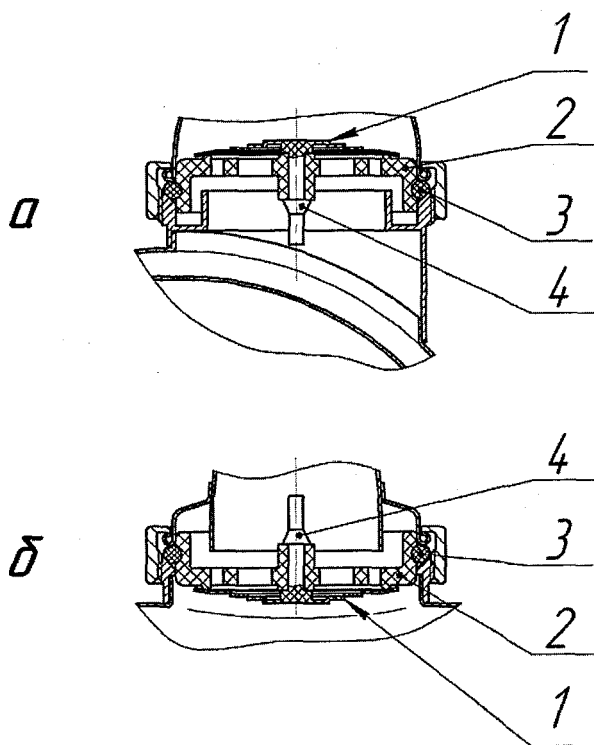

Рисунок 6 – Клапаны дыхательные:
1.5.1.5 Дыхательные клапаны предназначены для направления потоков вдыхаемого и выдыхаемого воздуха в воздухопроводной системе респиратора. Клапаны вдоха (рисунок 6, а) и выдоха (рисунок 6, б) одинаковы по конструкции и выполняют ту или иную функцию в зависимости от положения в воздухопроводной системе. Дыхательный клапан состоит из седла 2 и клапана грибок-видного 1, удерживаемого в седле при помощи ножки 4.